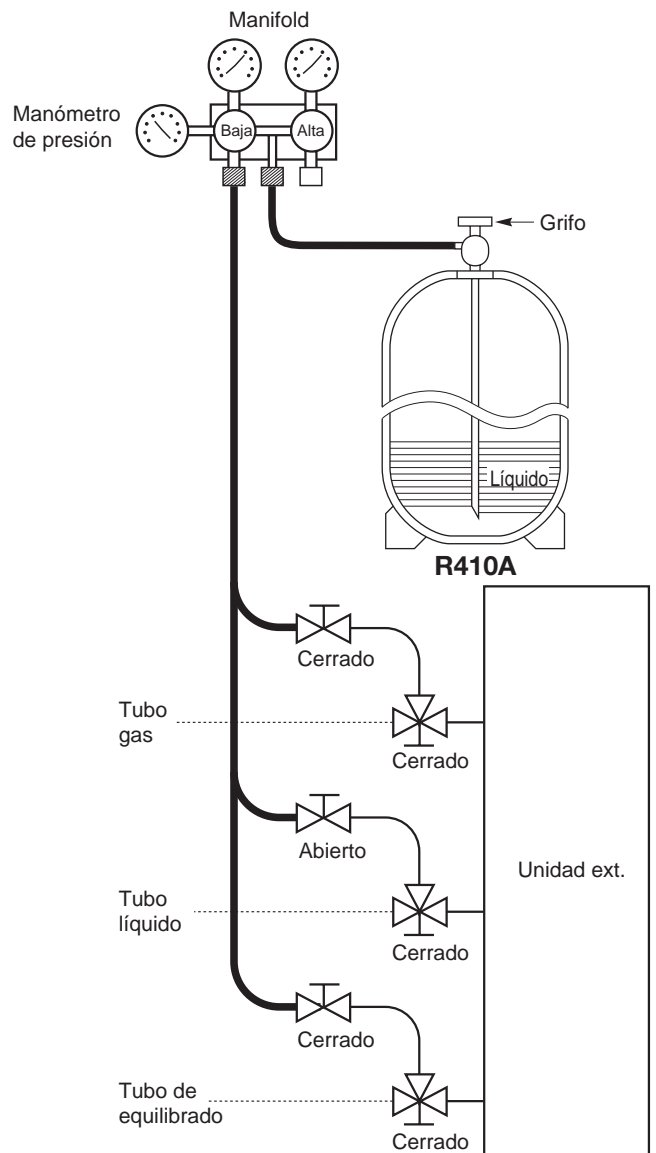

Fig. 8-5
- El complemento de carga está calculado a partir de la longitud del tubo líquido. (Fig. 8-5)